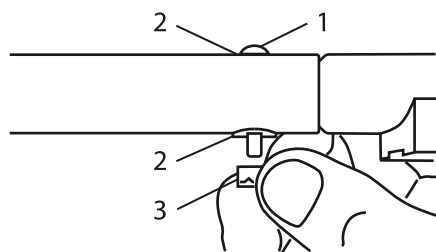

Рис. 3
2. Вставьте винт с шайбами и шестигранной гайкой через отверстия А и В в последовательности из: винт, шайба, основание подставки, шайба, а затем шестигранная гайка (рис. 3).